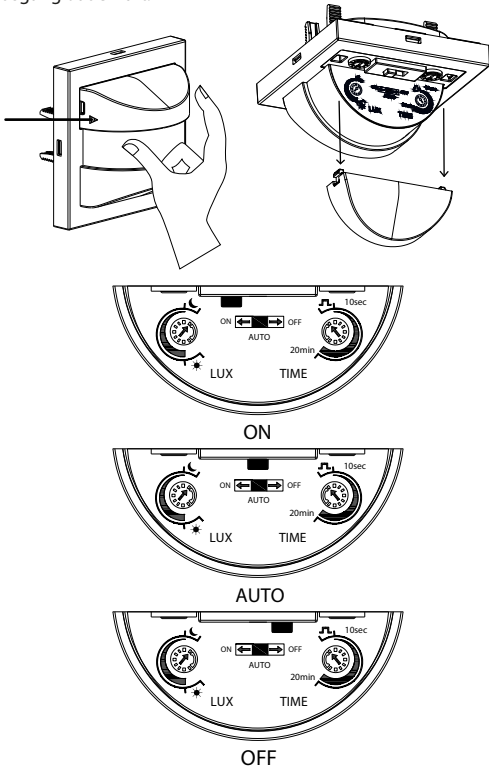

Abbildung 4: Schiebeschalter und Betriebsmodi
Um die Potentiometer für Helligkeit und Zeit (und bei ausgewählten Modellen den Betriebsmodus EIN/AUTO/AUS) einzustellen, öffnen Sie die obere Abdeckung des Sensors, indem Sie mit dem Daumen Druck auf den angegebenen Bereich ausüben, wie in Abbildung 4 gezeigt. Der Sensor erkennt Infrarotlicht, das von Objekten im Sichtfeld ausgesendet wird. Der Bewegungssensor aktiviert seinen Ausgang, wenn er ein Objekt erkennt, das innerhalb des Erfassungsbereichs Infrarotlicht aussendet. Solange diese Übertragung andauert, bleibt der Ausgang des Sensors aktiv. Wenn der Sensor parallel zur Bewegungsrichtung angeordnet ist, und wenn der Temperaturunterschied zwischen Umgebung und Objekt groß ist arbeitet er effizienter. Mit den Einstellungen für Umgebungslicht und Ausschaltverzögerung am Sensor selbst können Sie den Betrieb bei einer bestimmten Umgebungshelligkeit und die Zeit, die der Ausgang aktiv bleibt, einstellen. Das Produkt ist für die Verwendung in Innenräumen geeignet. Da es nicht nach Sicherheitsstandards konzipiert ist (kein Sabotageschutz), sollte es nicht zu Sicherheitszwecken eingesetzt werden.
- Wenn der Schiebeschalter in Pfeilrichtung nach rechts geschoben wird, schaltet das Gerät, wie in Abbildung 4 gezeigt, vom Automatikmodus in den OFF-Modus und deaktiviert den Ausgang.
Im Bild in Abbildung 4 muss der Schalter On/Auto/Off auf Automatikbetrieb umgestellt werden. Diese Funktion kann aktiviert werden, wenn die Taste Ausschaltverzögerung (TIME) als (Trigger) ausgewählt ist. Das Besondere an dieser Funktion ist, dass sie kurze Auslöser sendet. Er aktiviert den Ausgang für 1 Sekunde und deaktiviert ihn für 9 Sekunden. In der Zeit, in der er passiv ist, schaltet er den Ausgang weiter, solange eine Bewegung erkannt wird oder ein Signal vom Sekundärgerät empfangen wird. Er kann zum Beispiel als Treppenlicht-Zeitschalter oder zur Aktivierung der Türklingel verwendet werden.
Nachdem die notwendigen Verbindungen zum primären Bewegungssensor hergestellt und mit Strom versorgt wurden, blinkt die blaue LED 5 Mal. Dann beginnt das Gerät entsprechend der gewählten Ausschaltverzögerung und der Umgebungslicht-Einstellungen zu arbeiten. Wie in Abbildung 4 zu sehen;